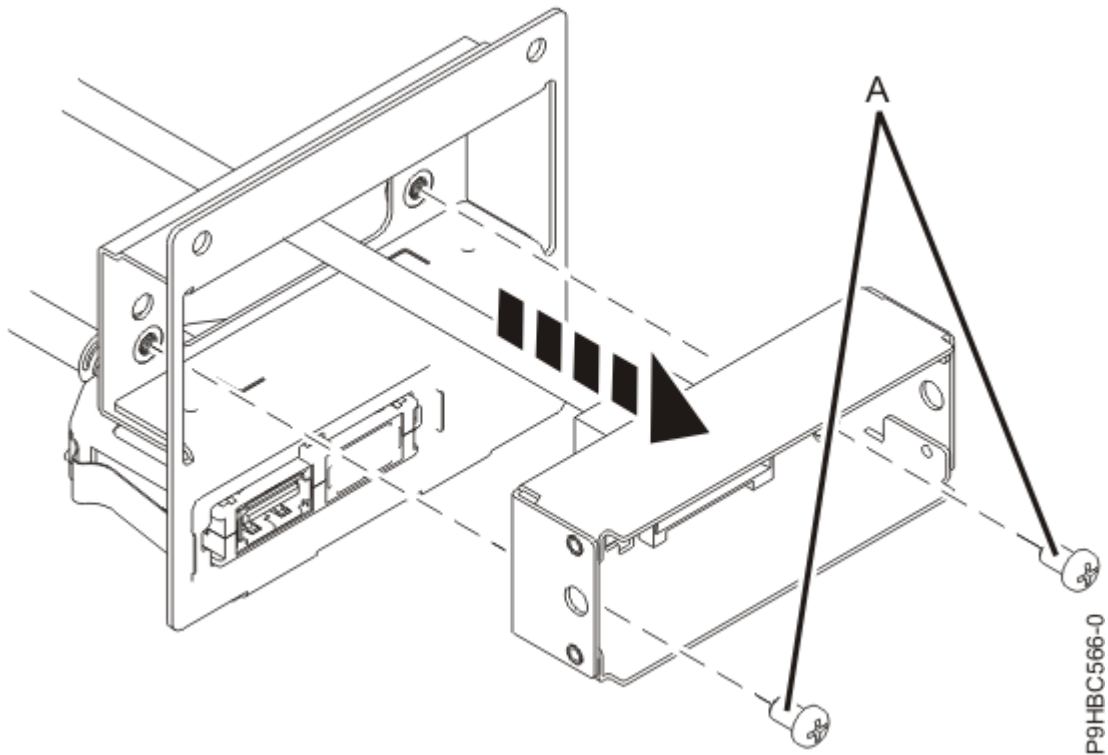

図 115. ラック・マウント型システムのハウジングからのコントロール・パネル・ディスプレイ・ケーブルの取り外し
10. ラック・マウント型システムの場合、2つのねじ **(A)** を使用して、コントロール・パネル・ディスプレイ・ケーブルをハウジングから取り外します (120 ページの図 115 を参照)。